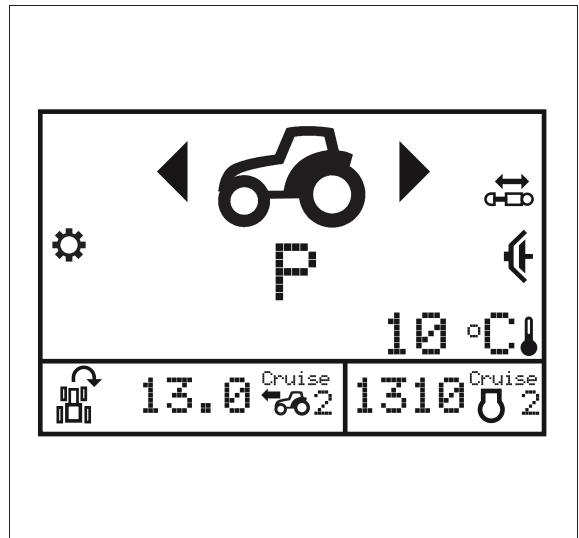

Fig. 13.
Cuando se acopla el modo , desaparece la pantalla (1) del reposabrazos y no aparece nada *fig. 13*.